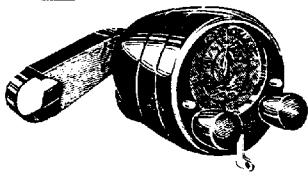
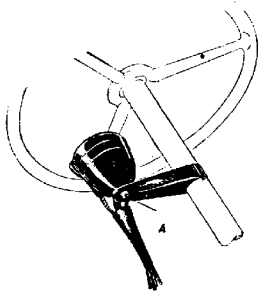
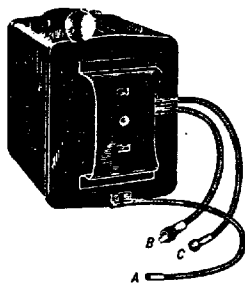

Fig. 7
Fig. 8
Fig. 14
Een van de beide schroeven voor het vastzetten van den beugel van dit bedieningskastje (fig. 7) moet geheel worden losgeschroefd. Plaats den beugel nu om de stuurstang en breng de schroef weer aan. Monteer het bedieningskastje zóó, dat het gemakkelijk gehanteerd kan worden. Het kan in elken gewenschten stand worden gedraaid, na één van de schroeven van den beugel en schroef A (zie fig. 8) te hebben losgedraaid.
Aan de achterzijde van het toestel bevinden zich 3 kabels (zie fig. 14):
Om de schaal van het bedieningskastje te ijken, wordt het toestel eerst ingeschakeld, door den sleutel van het bedieningskastje in den verticalen stand te zetten. Dan wordt het toestel voor ontvangst van middelgolven ingesteld, door den groenen knop in te drukken. Deze moet niet langer dan noodig ingedrukt worden, daar het toestel anders beschadigd zou kunnen worden. Na een tiental seconden zullen de lampen op temperatuur zijn gekomen. Men stemt dan, ongeacht den stand van den afstemwijzer, op een bekenden zender af, bij voorkeur met een golflengte lager dan 300 m. Wordt een langegolf station ontvangen, nadat de groene knop ingedrukt is, dan moet het koppelstuk B (zie fig. 14) een halven slag worden gedraaid. Laat het toestel nu op dit station afgestemd staan en steek een schroevendraaier in de holle bevestigingschroef aan de achterzijde van het bedieningskastje (in fig. 8 met A gemerkt). Stel den wijzer met den schroevendraaier zóó in, dat deze naar de golflengte, waarop het toestel is afgestemd, wijst. Het ijken van het bedieningskastje voor montage onder of op het dashboard geschiedt op dezelfde wijze; de stelschroef is hierbij echter niet door een holle bevestigingschroef omgeven.
- 5) Ga na of aan massa leggen van het koppelstuk A (zie fig. 14) verbetering geeft.